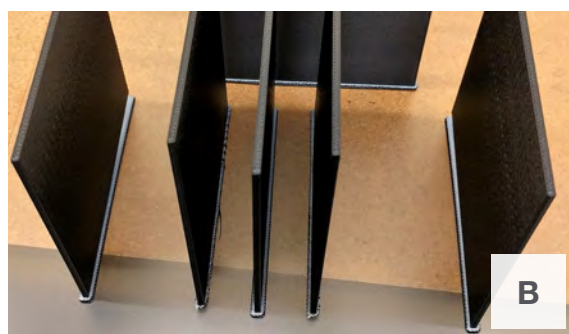

图 2: ESD 套件的测试零件示例。
为表征该材料的性能，开发了 ESD 零件套件（表 1，图 2），以观察多种打印方向、打印机位置、填充度和具有挑战性的几何形状，展示客户在设计各种零件类型时可能会遇到的性能变化。
板，侧放 (ZX) (图 2, B)
板，45 度 (图 2, A)
薄（壁厚 0.050 英寸）圆柱 XZ (图 2, C)
薄（壁厚 0.050 英寸）圆柱 ZX (图 2, C)
厚（壁厚 0.20 英寸）圆柱 XZ (图 2, D)
厚（壁厚 0.20 英寸）圆柱 ZX (图 2, D)
使用时钟面在四个点（12/3/6/9 点方向）测试每个管以确定位置，水平打印的圆柱体的顶部处于 12 点位置，垂直打印的圆柱体的接缝点处于 12 点位置（图 2，C 和 D）。